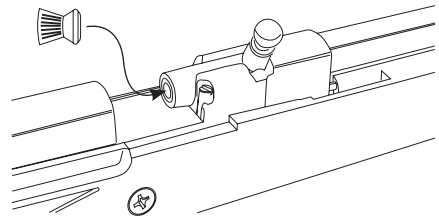

Bild 10
- Laden Sie die Waffe mit nur einem Diabolo wie in Abb. 10 gezeigt.